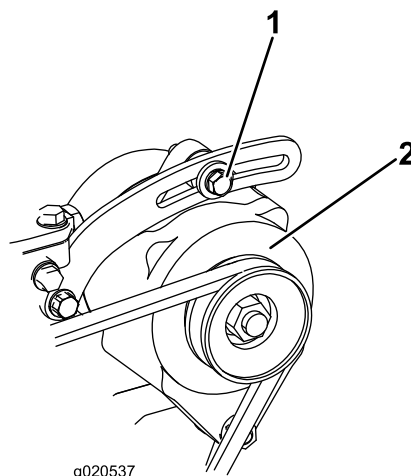

Figura 66
1. Se l'inflessione non è di 10 mm, allentate i bulloni di fissaggio dell'alternatore (Figura 66).